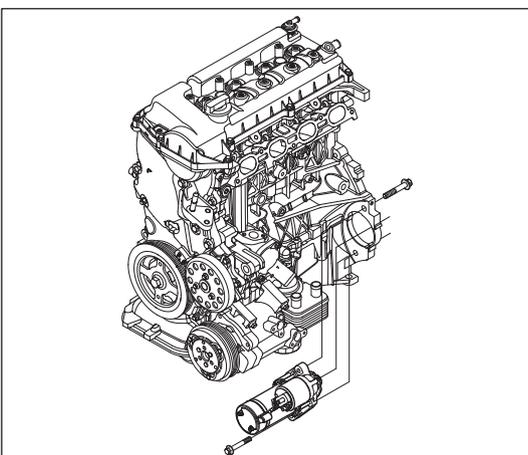

Рис. 6-3-2. Установка стартера
- (1) Установить пылезащитный кожух стартера.
- (2) Закрепить стартер на нижней части блока цилиндров с помощью двух фланцевых болтов М10×1,25×60 (4G15Т), М10×1,25×65 (4G15В) (см. рис. 6-3-2):